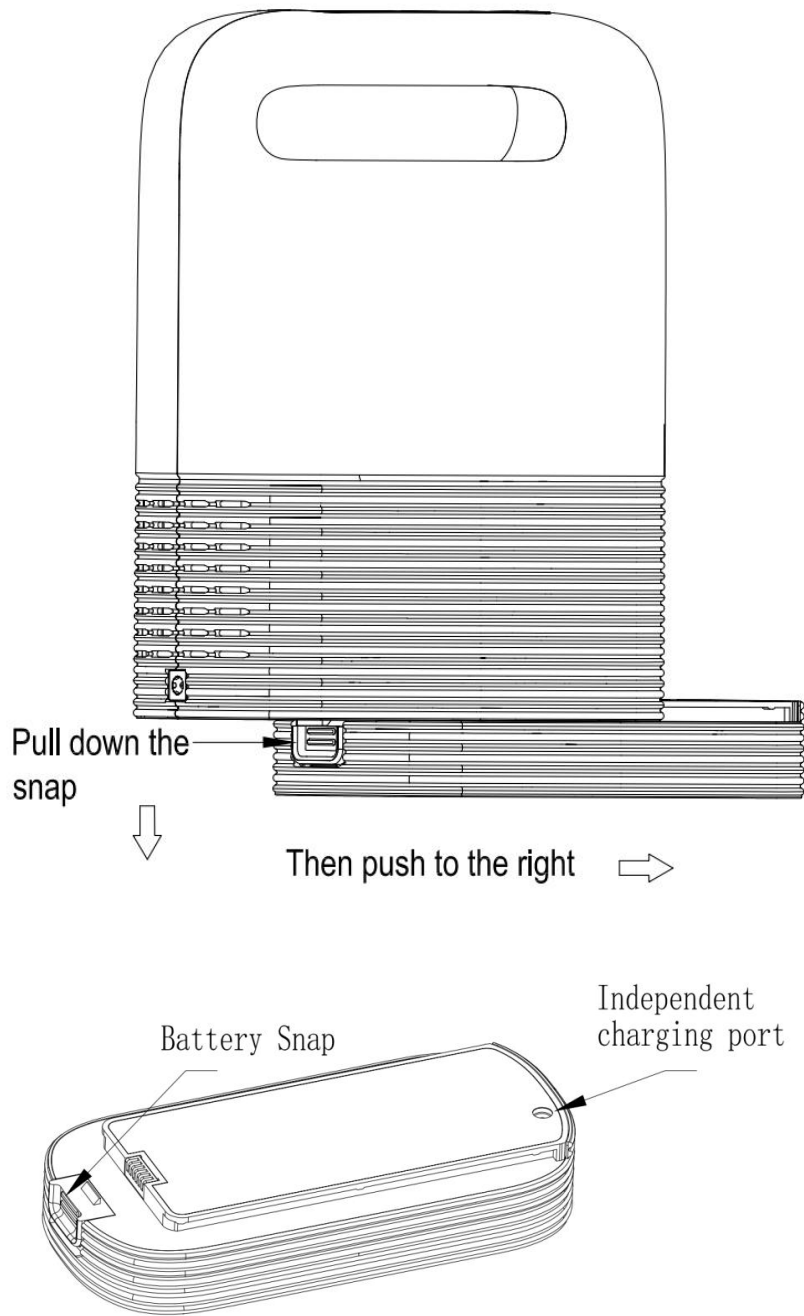
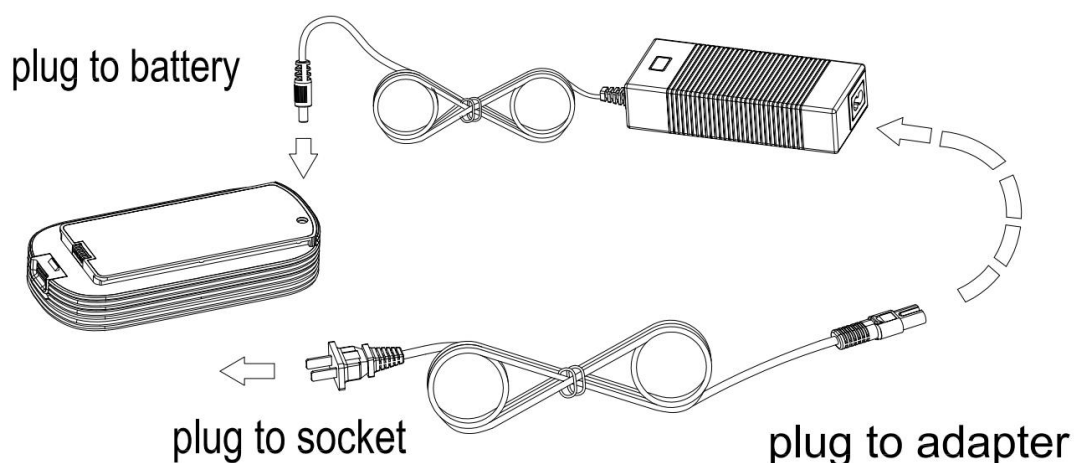
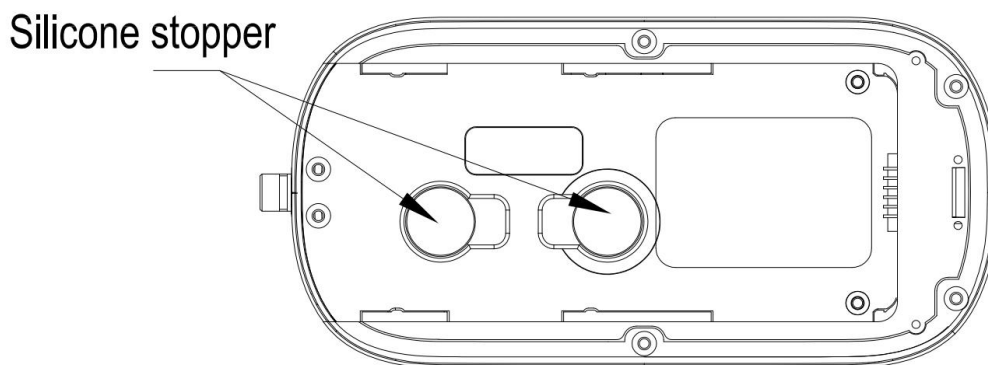

図 3—電池交換と使用の概略図
図7--電池単体の充電図
図 8--機械の下部図
- ① 図7に示すように、交流アダプタを接続してバッテリーを充電します；
- ② 図3のように電池を取り出し、図7のように交流アダプタを接続して充電します；
交換方法：図3のように電池を取り出し、機械を仰向けにしてから、図8に示した2つのシリコン栓を外します。その後、中に入った吸気用の円形フィルターは見えます。ピンセットで取り出し新しい吸気濾過綿をセットしシリコンを元の位置に戻します。